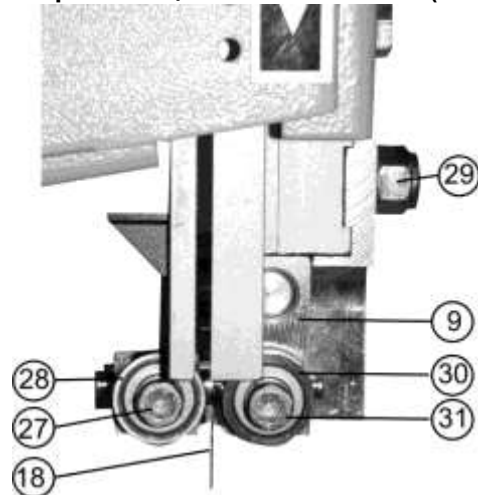

Рис. 9
11.3.2. Убедитесь, что обе направляющие (9 и 32), Рис. 9 и 10, отведены от пильной ленты (18) (см. п. 11.5.), и пильная лента (18) натянута (см. п. 11.4.).
11.5. Регулировка нижней и верхней направляющих пильной ленты (Рис. 9, 10)
11.6.1. Для выполнения качественной работы, уменьшения нагрузки на пильную ленту (18) и обеспечения техники безопасности при выполнении пиления заготовки, нижний край направляющих подшипников (28 и 30), Рис. 9, верхней направляющей (9) необходимо установить на высоте не более 3 мм от заготовки.